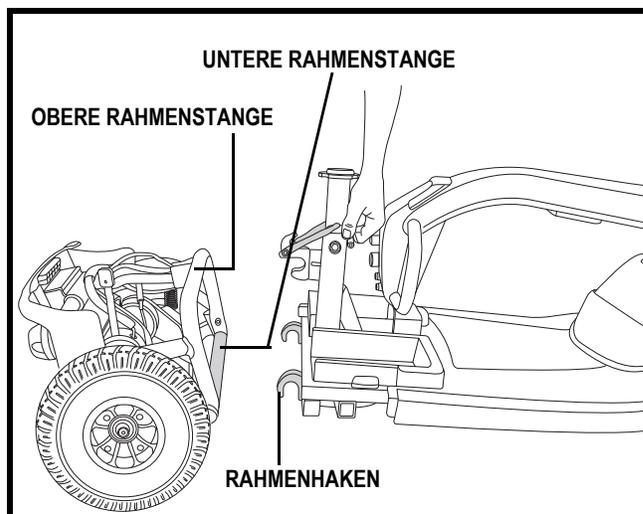

Abb. 23. Trennung der Rahmenteile
4. Trennen Sie vorsichtig die beiden Teile. **Siehe Abb. 23.**
1. Vorder- und Heckteil Ihres Elektromobils wie in **Abb. 23** dargestellt positionieren.
2. Benutzen Sie zum Anheben des Vorderteils den Rahmenverriegelungshebel und richten Sie die Rahmenhaken des Vorderteils an der unteren Rahmenstange des Heckteils aus. **Siehe Abb. 23.**